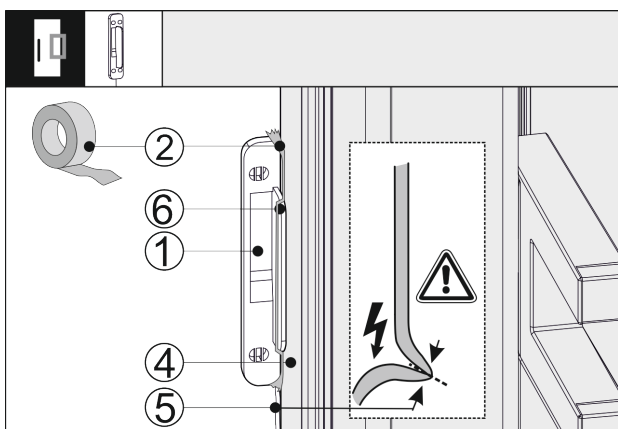

Fig. 42
- ▶ Helyezze a koppintásérzékelőt Fig. 42 (1) a készülék ajtajára Fig. 42 (4) oldalt oly módon, hogy az ütköző Fig. 42 (6) felfeküdjön a készülék ajtajára Fig. 42 (4). Az érzékelő kábele Fig. 42 (5) enyhén feszül, és szintén felfekszik a készülék ajtajára Fig. 42 (4) is.
- ▶ Rögzítse a koppintásérzékelőt Fig. 42 (1) ragasztószalaggal Fig. 42 (2). A koppintásérzékelőt később a bútor előlapjára kell felcsavarozni.